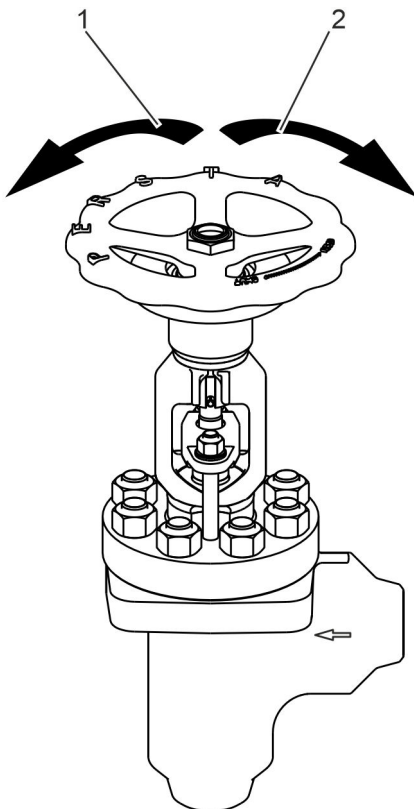

Abb. 16: Armatur: Draufsicht
2. ➤ Armatur durch Drehen des Handrads gegen den Uhrzeigersinn (Abb. 16/1) vollständig öffnen.
3. ➤ Armatur durch Drehen des Handrads im Uhrzeigersinn (Abb. 16/2) vollständig schließen.